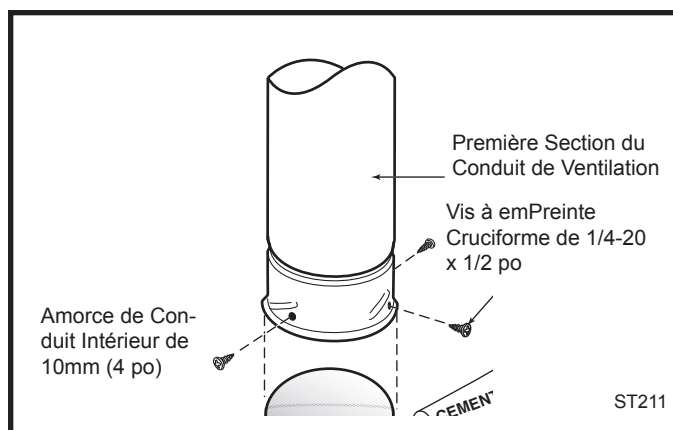

Fig. 19 Raccordez l'amorce de conduit à la section suivante du conduit de ventilation intérieur.
- Percez trois avant-trous dans l'amorce de conduit intérieur et fixez l'ensemble au moyen de trois vis à tôle. (Fig. 19)